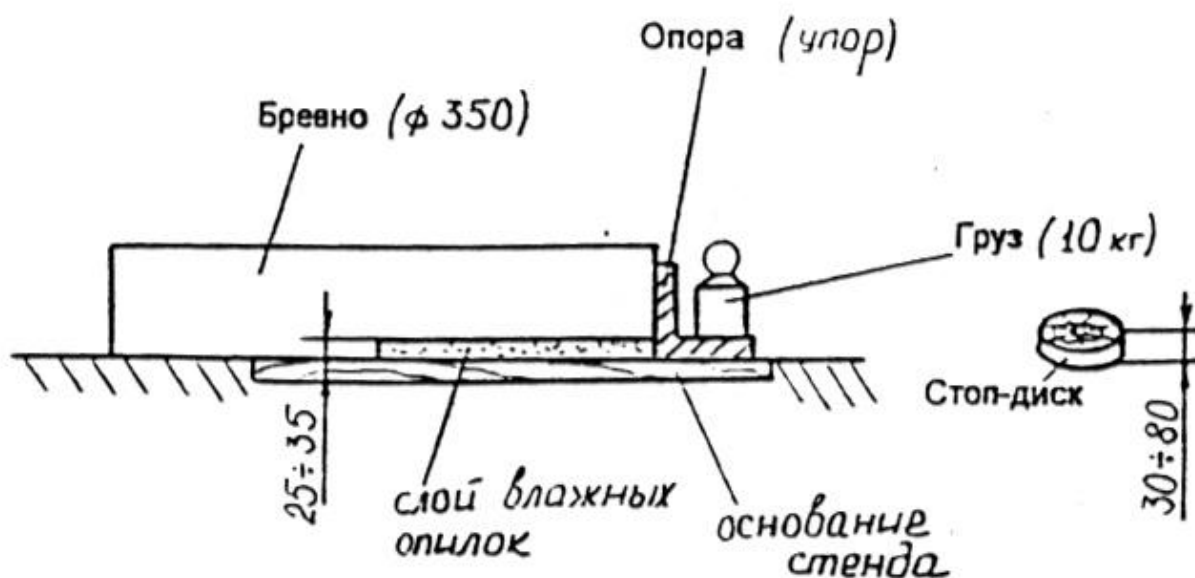

Рис. 20. Точная раскрывка (показаны упор и стоп-диск)
5.1.2. Основания стенов должны быть размещены на земле, как показано на рис. 20. Они должны быть прочными, лежать ровно, иметь ровную поверхность.
5.1.3. Участник должен отпилить диск от конца каждого бревна таким образом, чтобы цепь пилы не коснулась основания. Толщина диска должна быть не менее 30 и не более 80 мм. Диск должен быть отпилен под прямым углом к продольной оси бревна. Для предотвращения скалывания отпиливаемого диска каждое бревно снабжено упором с грузом весом 10 килограмм. Размеры показаны на рис. 20. Если торец бревна имеет отклонение от прямого угла более чем 2° , участник имеет право на корректировку перед выполнением упражнения.